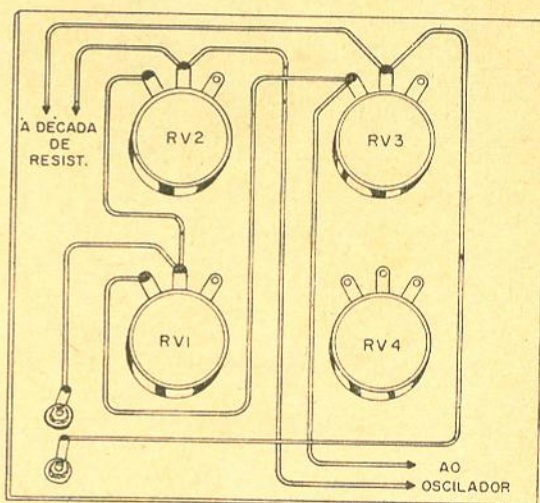

Figura 8
**Calibração de RV3** — Para a calibração de RV3 não será mais necessário utilizar-se os resistores R9 e R10. Tanto RV1 como RV2 são ajustados para a posição de 500 ohms e o potenciômetro RV3 é ajustado de 10 em 10 ohms (ou de 100 em 100 ohms) com o auxílio da década de resistências. As ligações necessárias para esta calibração são indicadas na figura 8.